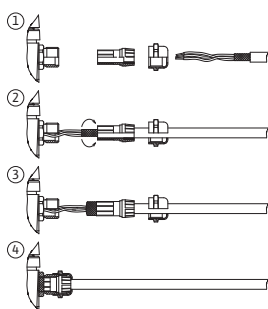

Fig. 25: Skjermstøtte
Skjermingen kobles til kabelgjennomføringen på elektronikkmodulen. Se Fig. 25.
Kablene til de digitale inngangene, analoge inngangene og BUS-kommunikasjonen må skjermes av metall-kabelskjøten med gjenger til kabelgjennomføringen (Fig. 19, pos. 4, 5 og 6). Beskyttelse: Se Fig. 25.
1. Åpne forsiktig holderne (Fig. 25) med et verktøy (f.eks. skrutrekker).